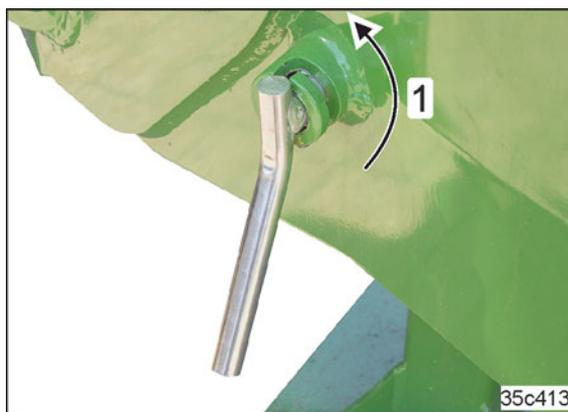

Рис. 110
- 13.1 Поверните зафиксированный палец (Рис. 110/1) на 180°, пока зажимная втулка не выйдет (см. Рис. 111/1).
16. Зафиксируйте палец посредством его поворота (см. Рис. 110).